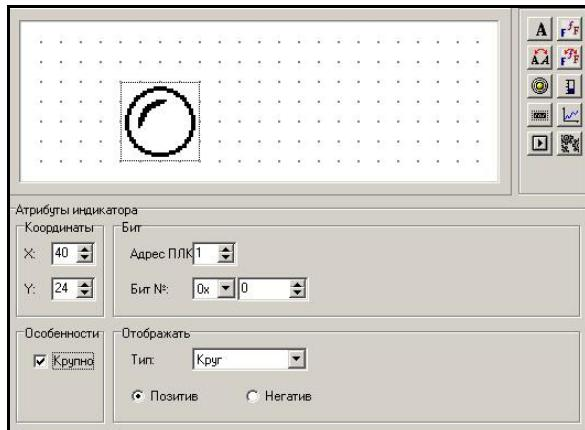

Рис. 4.15. Индикатор
- Нажать кнопку . Откроется область задания параметров индикатора (см. рис. 4.15).